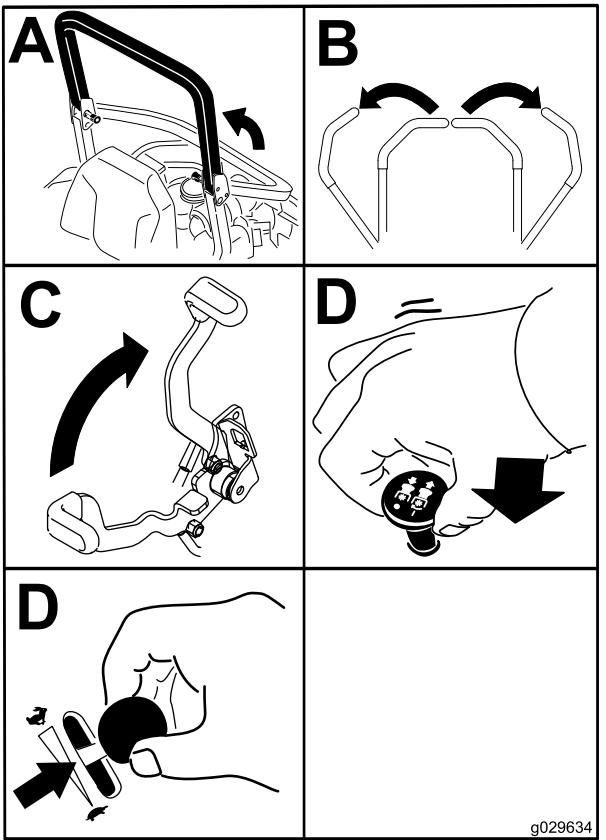

Figura 22
- Desloque o interruptor de controlo das lâminas (PTO) para a posição DESLIGAR (Figura 22).